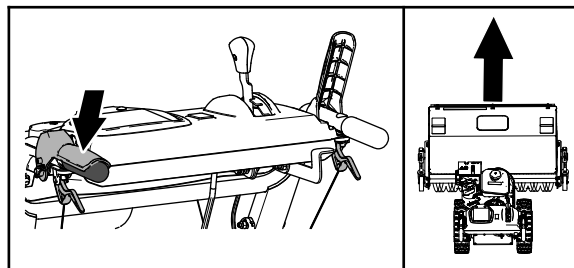

Figura 15
- Per guidare dritto, premete la leva di trasmissione della trazione ma non premete le leve della frizione ruota (Figura 15).